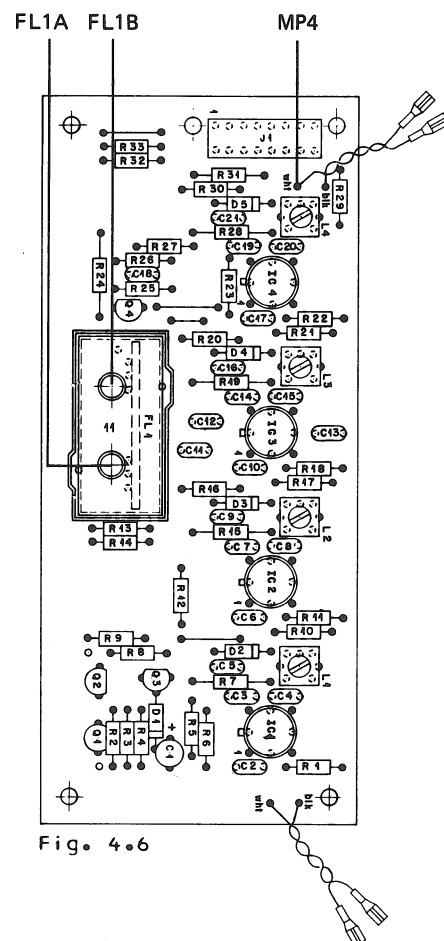

Fig. 4.6
- Mettez le tuner sous tension et raccordez le fréquencemètre au point de mesure MP4 (1.726.740, fig. 4.6).